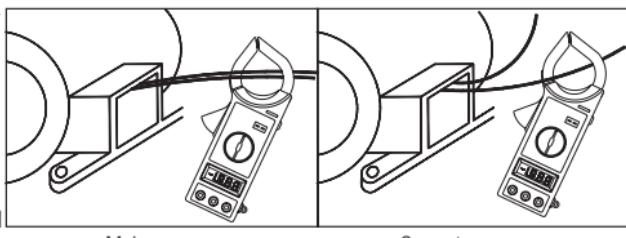

Fig.1
- Ajuste el interruptor rotatorio para seleccionar el rango A~ que deseé. Presione el gatillo para abrir las mordazas e inserte el conductor (uno solo a la vez) (Fig. 1): las mordazas detectan la presencia de la corriente alterna que circula en el conductor.